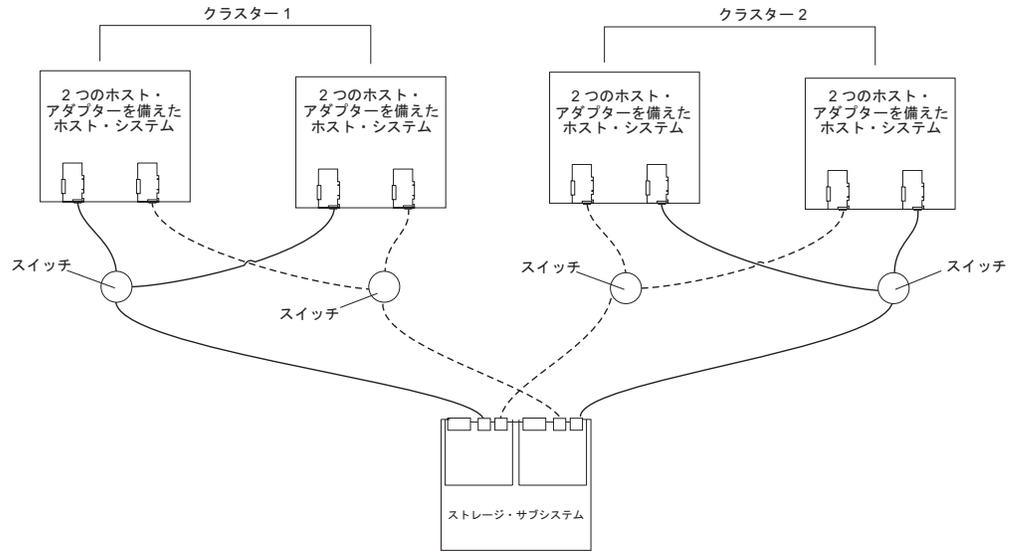

図 59. 2 クラスタ構成の例
- 2 つのクラスター (97 ページの図 59)
97 ページの図 59 に、2 クラスタ構成の例を示します。